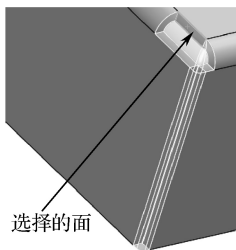

图 9-96 选择的面
- 04 勾选“添加”圆角选项，在属性管理器中输入圆角半径 1，并勾选“添加纹理”和“添加焊接符号”选项，选择如图 9-96 所示的面作为选取钣金边角的侧面。